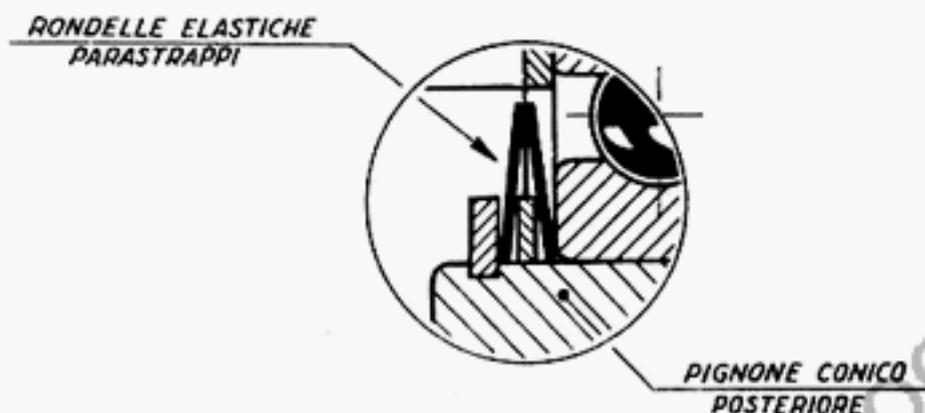

Fig. 59 - Sistemazione rondelle elastiche parastrappi.
**L'esatto posizionamento di queste rondelle (vedi fig. 59) è di particolare importanza; è quindi necessario porre particolare cura nel loro montaggio assicurandosi soprattutto del loro centraggio e fissaggio che va eseguito con un anello Seeger.**